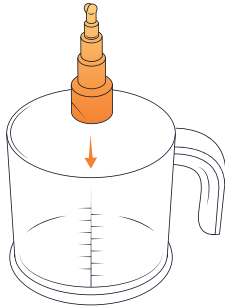

FIG 4.
4. Retirez la trémie et enlevez prudemment la barrette de la lame. (FIG 4.)
5. Placez l'un des disques (pour râper ou émincer) sur le dessus de la bague de verrouillage. Alignez le centre du disque avec la barre, et assurez-vous que le tout est bien fixé en poussant doucement vers le bas. Placez le disque et la barre au centre du récipient du robot. (FIG 4.)